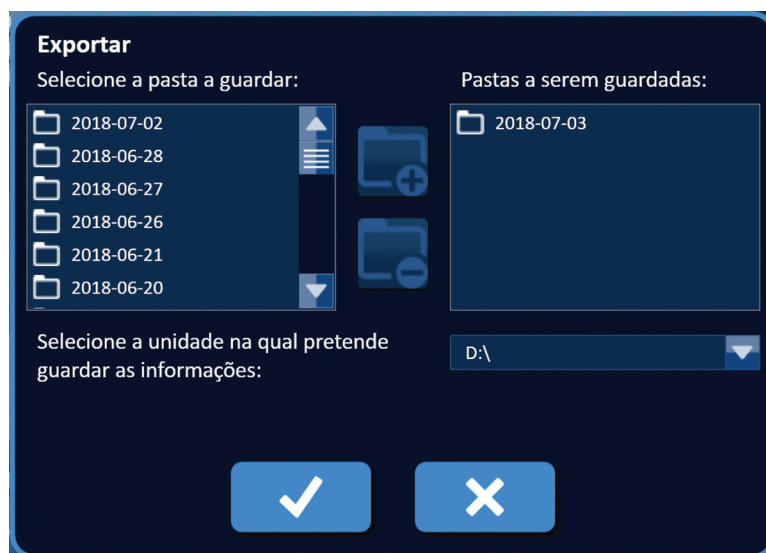

Figura 9.1.3: Caixa de diálogo Exportar – Adicionar pasta
2. Clique no botão Adicionar pasta  para adicionar a pasta selecionada à caixa de texto "Pastas a serem guardadas:", figura 9.1.3.